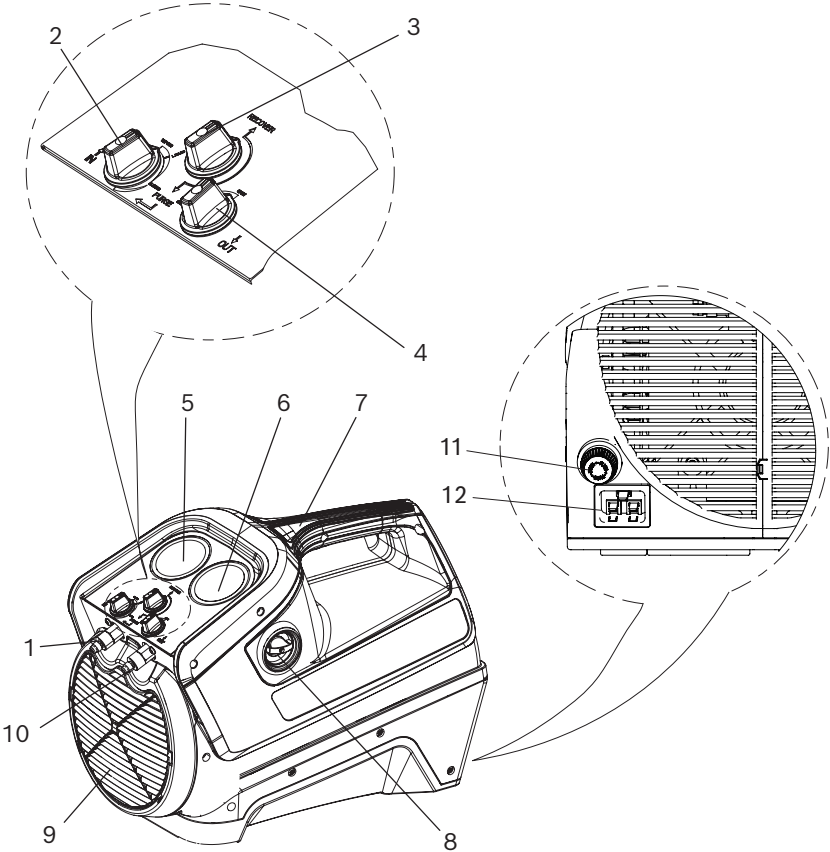

Fig.1: Descripción general de RG4.0
- Puerto de entrada (Fig. 1, Pos. 1)- Se utiliza para conectar el RG4.0 a un sistema de A/A o refrigeración a través de un filtro.
- Puerto de salida (Fig. 1, Pos. 10)- Se utiliza para conectar el RG4.0 al depósito de refrigerante.
- Válvula de control de entrada (Fig. 1, Pos. 2) - Se utiliza para:
- Válvula de control de salida (Fig. 1, Pos. 4) - Se utiliza para controlar la salida del refrigerante del RG4.0 al depósito de refrigerante
- Válvula de recuperación / purga (Fig. 1, Pos. 3) - Se utiliza para:
- Manómetro de entrada (Fig. 1, Pos. 5) - Mide la presión en la entrada del RG4.0.
- Manómetro de salida (Fig. 1, Pos. 6) - Mide la presión a la salida del RG4.0
El interruptor principal (Fig. 1, Pos. 8) le permite encender / apagar el RG4.0.